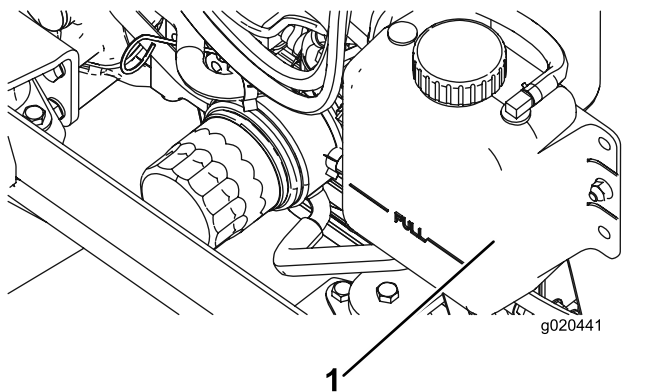

Figura 92
1. Retire cuidadosamente el tapón del radiador y el tapón del depósito de expansión (Figura 92).